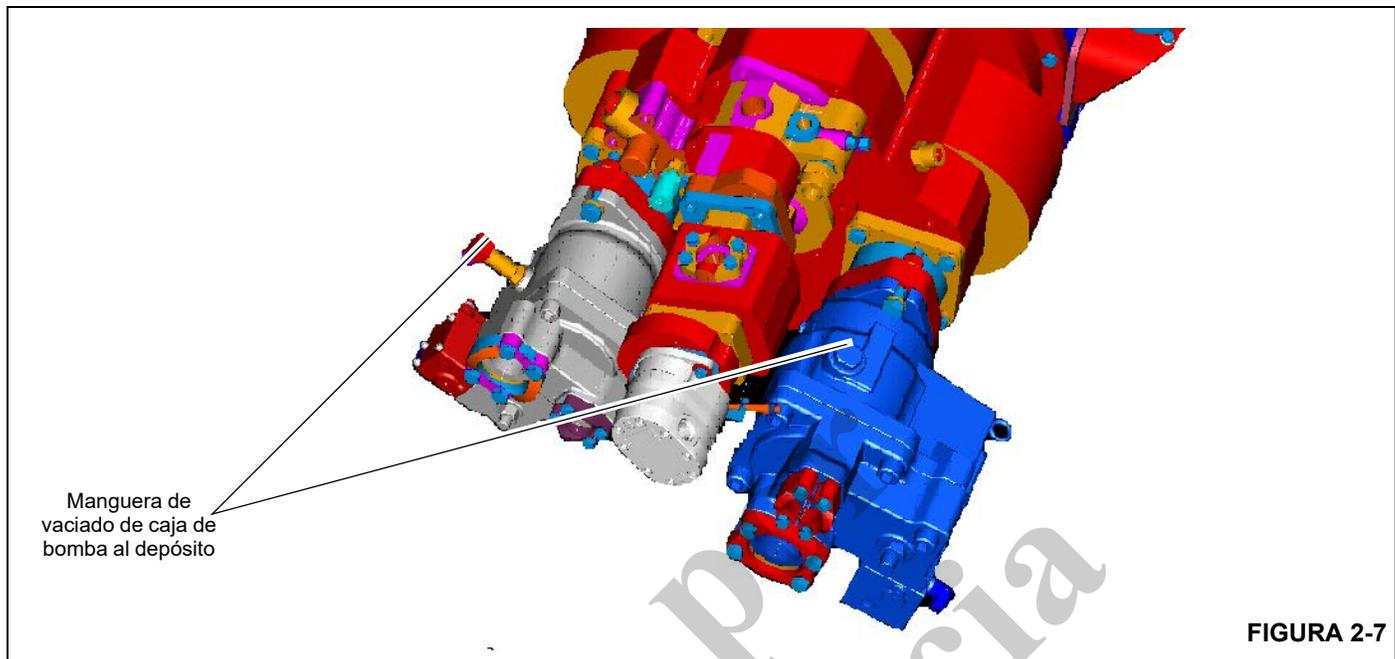

FIGURA 2-7
3. Retire la manguera de vaciado de la caja y el adaptador de la lumbrera "DR" (Figura 2-7) de ambas bombas y llene la caja con fluido hidráulico del mismo tipo usado para llenar el depósito hidráulico hasta el fondo del anillo "O" de la lumbrera de vaciado de la caja. Vuelva a instalar la manguera y el adaptador de vaciado de caja en el depósito hidráulico.